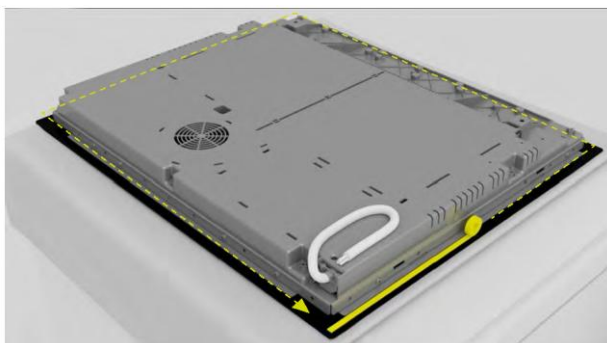

fig. 1
- Abans de la instal·lació, comproveu que la junta de la placa de cocció estigui ben col·locada (**fig. 1**).